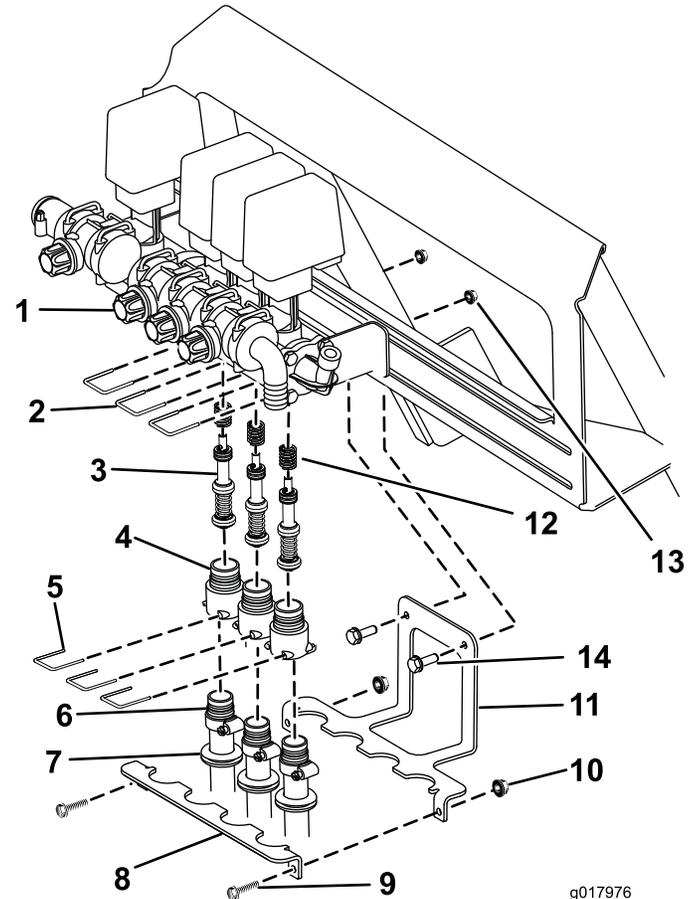

Figure 1
Remarque: Reportez-vous à la Figure 1 pour toute cette procédure.
1. Fixez le support de stabilisation de flexibles sur l'arrière de la machine, comme illustré à la Figure 1 avec 2 boulons (5/16 x 3/4") et écrous à embase (5/16").